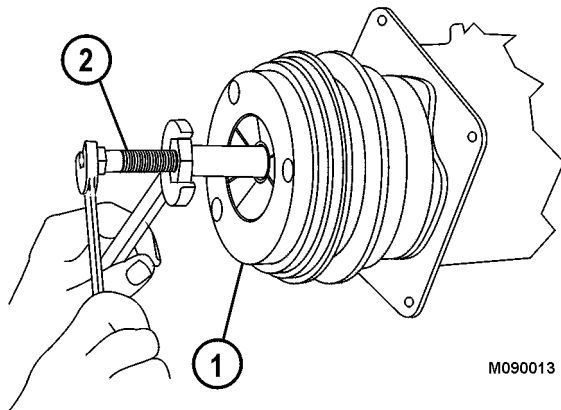

FIGURA 4-19.
4. Coloque los discos de embrague y el extractor del conjunto del cubo (2, Figura 4-19) dentro del cubo del conjunto del embrague (1). Sostenga el cuerpo del extractor con una llave y tome el perno del centro para tirar el disco de embrague y el conjunto del cubo del compresor.